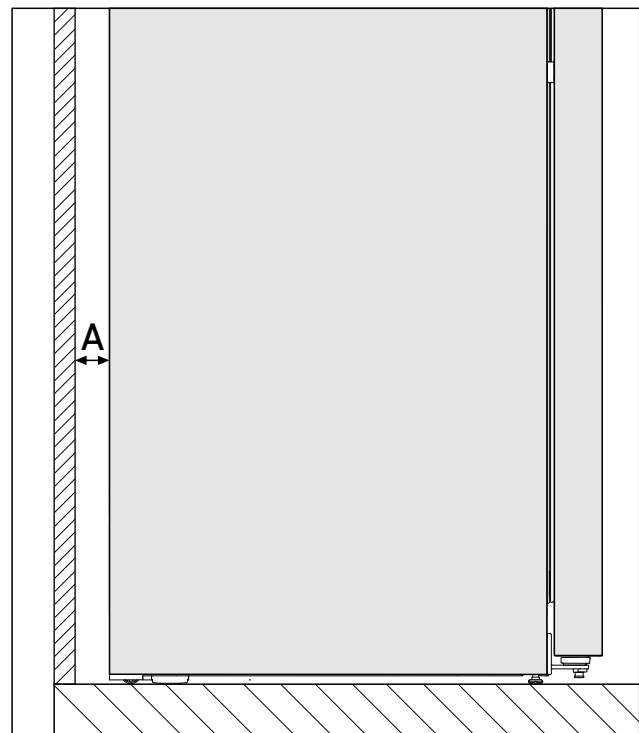

Fig. 3 \*
La consommation d'énergie a été déterminée avec une distance des murs *Fig. 3 (A)* entre l'arrière de l'appareil et le mur. Si la distance des murs est inférieure à *Fig. 3 (A)*, cela n'a aucune incidence sur le fonctionnement de l'appareil. En revanche, la consommation d'énergie augmente légèrement lorsque la distance des murs est réduite.\*